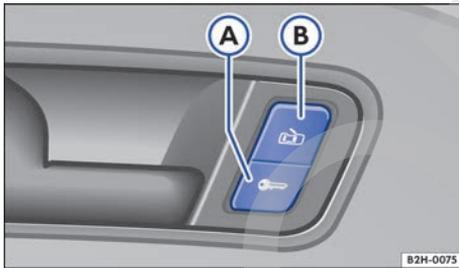

Fig. 19 En la puerta del conductor: tecla del cierre centralizado.
En función del vehículo, dado el caso el vehículo puede bloquearse automáticamente a partir de una velocidad de aprox 15 km/h (10 mph). Cuando el vehículo está bloqueado, el testigo de control  de la tecla del cierre centralizado → fig. 19 se enciende en amarillo. ▶
Leyenda de la **fig. 19**:
- El testigo de control de la tecla se enciende en amarillo → **fig. 19**.